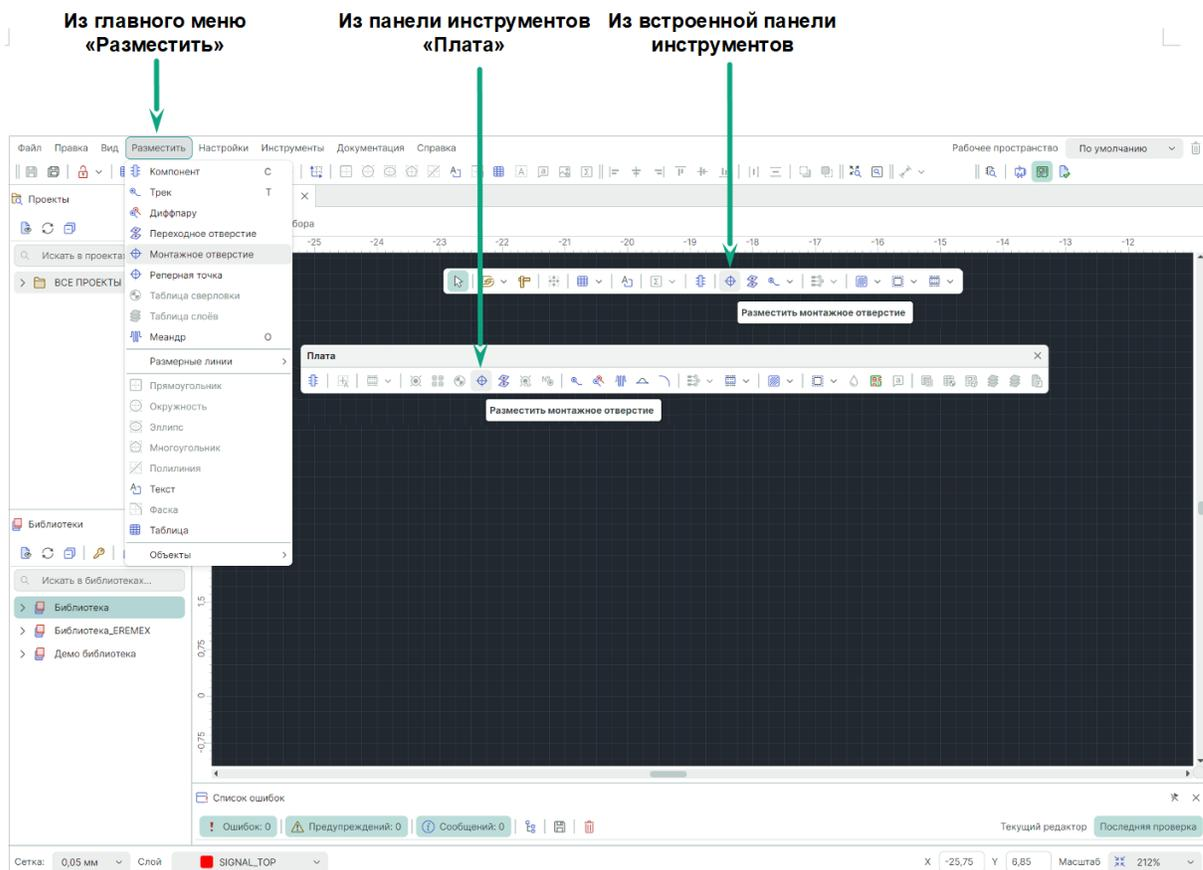

Рис. 205 Вызов инструмента «Разместить монтажное отверстие»
1. Вызовите инструмент «Разместить монтажное отверстие», который обозначен символом  на панели инструментов «Плата», а также доступен во встроенной панели редактора, в пункте «Инструменты» контекстного меню и в главном меню «Разместить», см. Рис. 205.